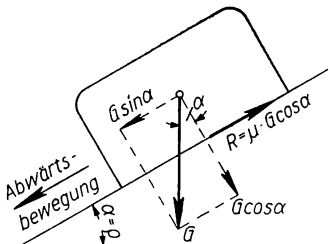

Bild 251
c) Der Körper gleitet von selbst gleichförmig abwärts, wenn  $P' = 0$  wird, also  $P' = G \sin \alpha - \mu G \cos \alpha = 0$  (Bild 251) oder  $G \sin \alpha = \mu G \cos \alpha$ . Die abwärts treibende Kraft  $G \sin \alpha$  überwindet dann gerade den entgegenwirkenden Reibungswiderstand  $\mu G \cos \alpha$ . Die Gleichung ergibt  $\sin \alpha = \mu \cos \alpha$ ,